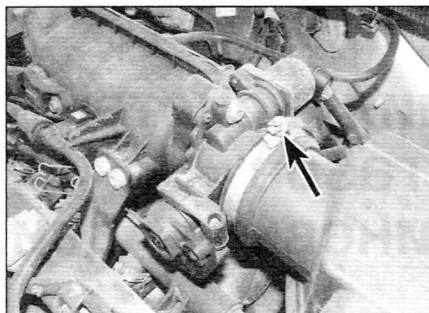

Рис. 2.1. Отпустите зажим (отмечен стрелкой) крепления крышки воздушного фильтра к корпусу дроссельной заслонки (ранние модели с двигателем 1.4 л)
- 1 Отпустите зажим крепления крышки воздушного фильтра к корпусу дроссельной заслонки (рис. 2.1).